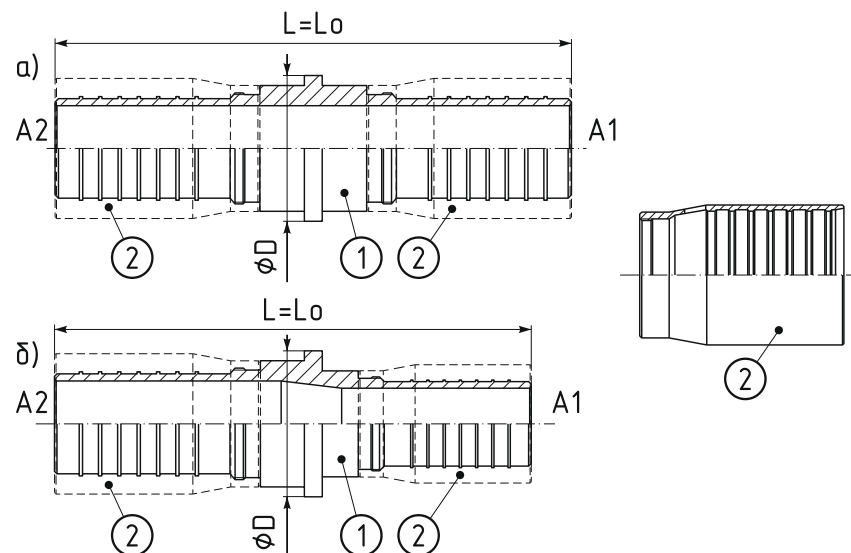

Рис. 2.3.2. Муфта обжимная
- муфта обжимная (см. рис. 2.3.2);